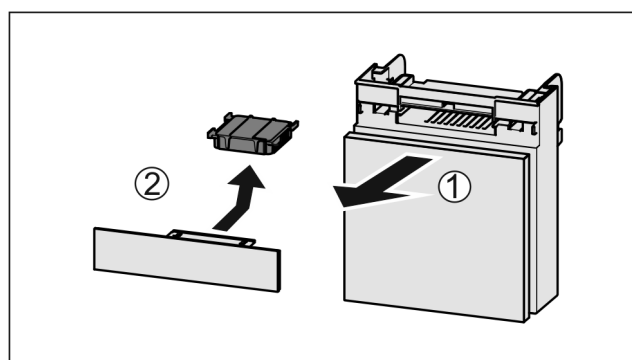

Fig. 128
- Trekk ut Fig. 128 (1) hyllen fremover.
- Ta ut Fig. 128 (2) aktivkullfilteret.